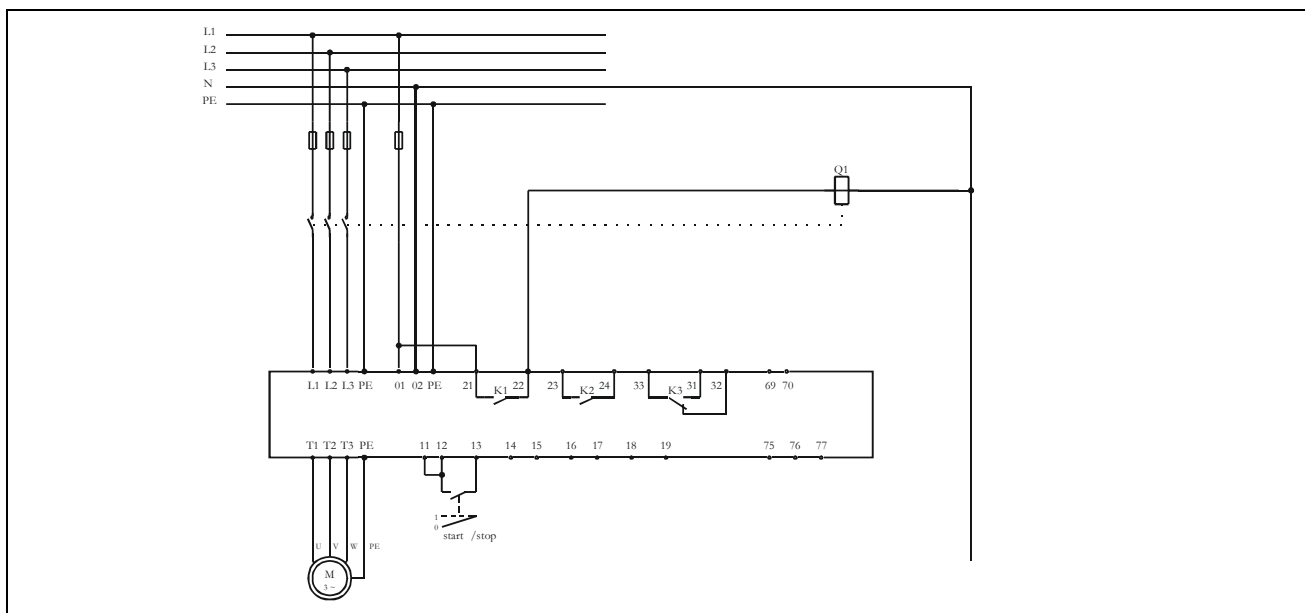

Рис. 6. Стандартное подключение
- Подключите двигатель в соответствии с рис. 6.